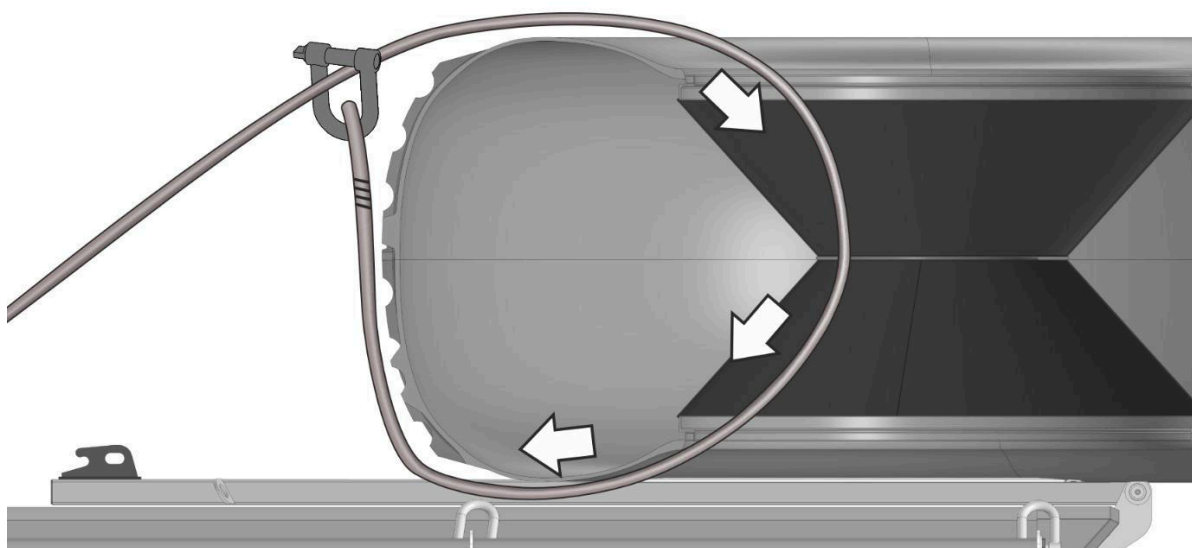

Рисунок 106 – Закрепление троса на колесе.
- г) продеть трос через центральное отверстие колесного диска и закрепить, используя комплектную такелажную скобу (рисунок 106);